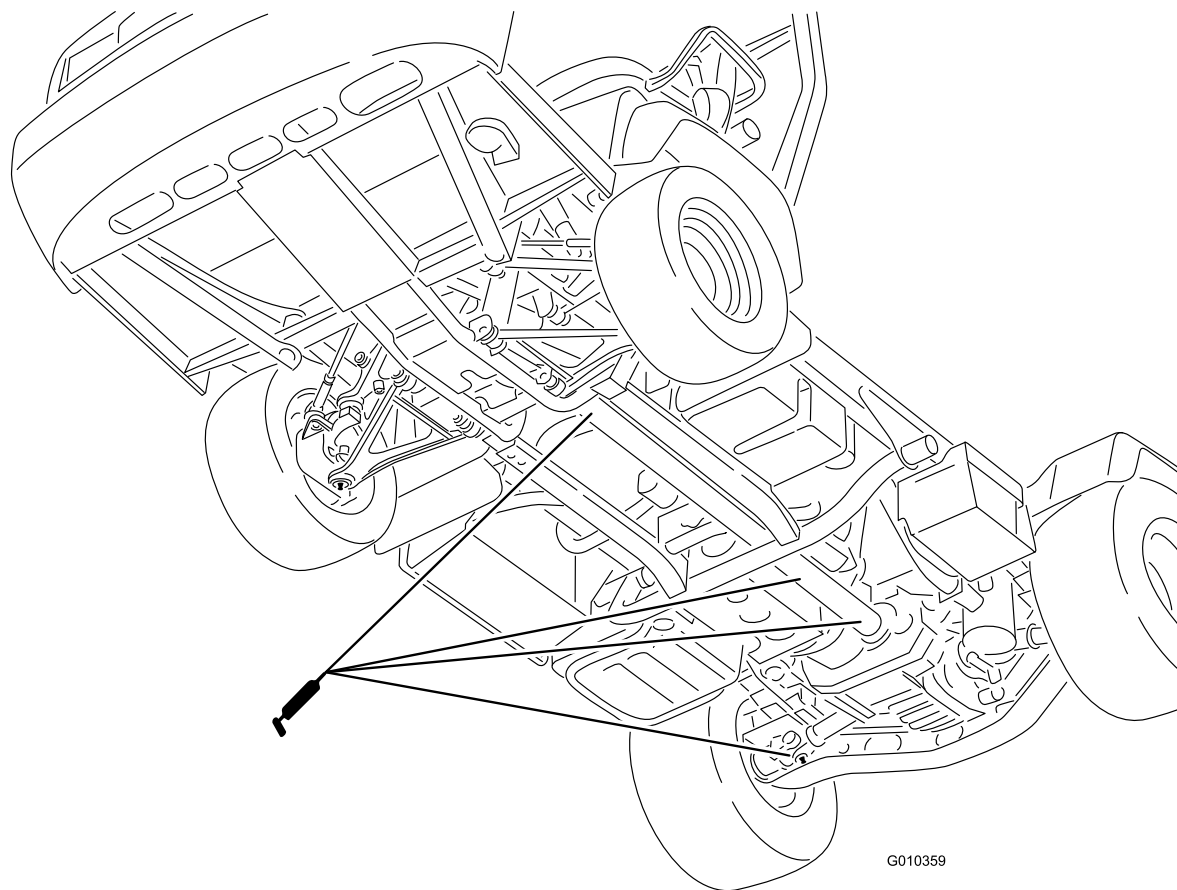

Figura 32
- Articulación en U (18); consulte Figura 32
- Eje de tracción a 4 ruedas (3); consulte Figura 32